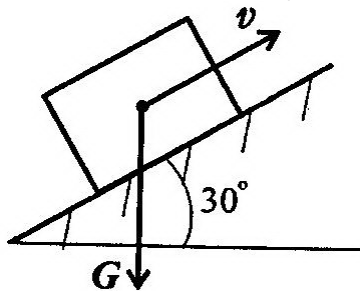

Рис. 13.6
10. Тело движется по наклонной плоскости вверх (рис. 13.6). Масса тела 10 кг , коэффициент трения $0,2$. Определите возникающую силу трения.